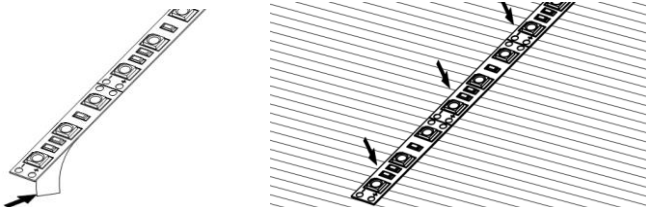

Рисунок 8.
5.12. Подготовьте необходимый отрезок ленты. Удалите защитную пленку с поверхности клейкой ленты. Приклейте ее на место установки. Проклейка ленты должна быть равномерной (см. Рисунок 8).